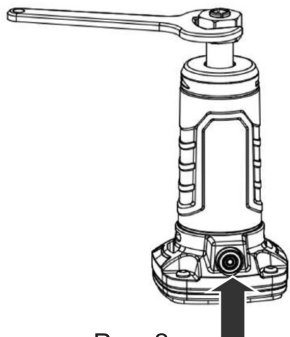

Рис. 2
- Для установки шлифовальной насадки зафиксируйте вал, нажав на кнопку блокировки вала, и удерживая её, ослабьте цанговую гайку с помощью ключа (Рис. 2).